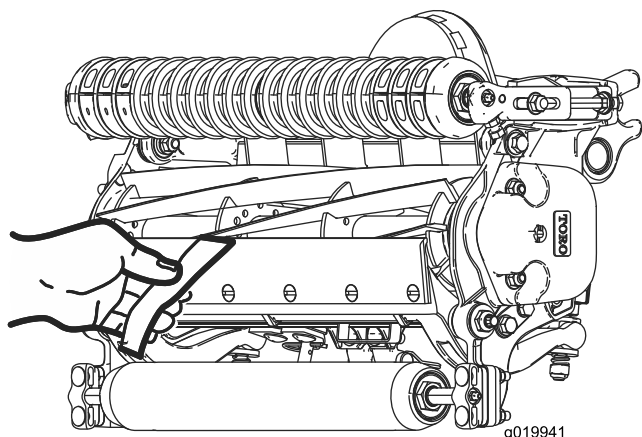

Figura 18
10. Verificate le prestazioni di taglio inserendo una lunga striscia di carta di verifica del taglio (n. cat. Toro 125-5610) tra il cilindro e la controlama, perpendicolarmente alla controlama (Figura 18). Ruotate **lentamente** il cilindro in avanti; questa operazione dovrebbe tagliare la carta.